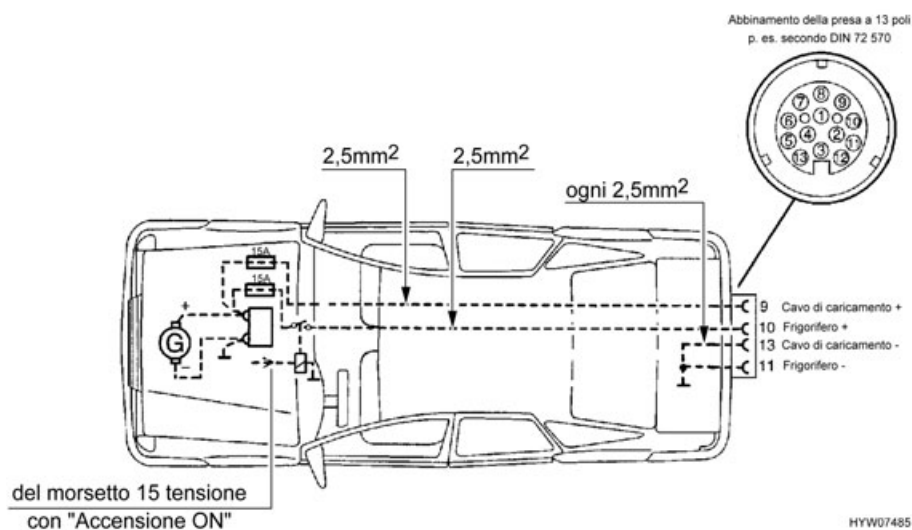

Fig. 84 Installazione per veicolo trainante (pacchetto autarchico)
- ▷ Attrezzare la motrice con le sezioni di cavo relative e con un relais per l'alimentazione elettrica (comandata tramite accensione) (vedi Fig. 84).